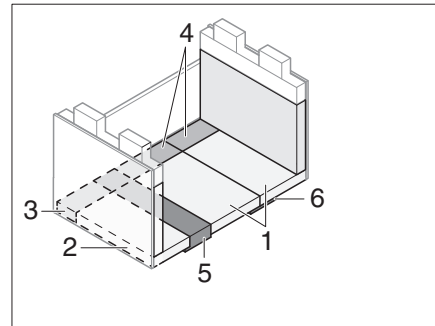

Fig. 211 Après la transformation
- Placer les coussins d'assise, de dossier et supplémentaire comme montré dans Fig. 211.
- ▷ Pour augmenter le confort de couchage, il est possible de retirer l'élément supplémentaire du coussin de dossier (Fig. 211,2).